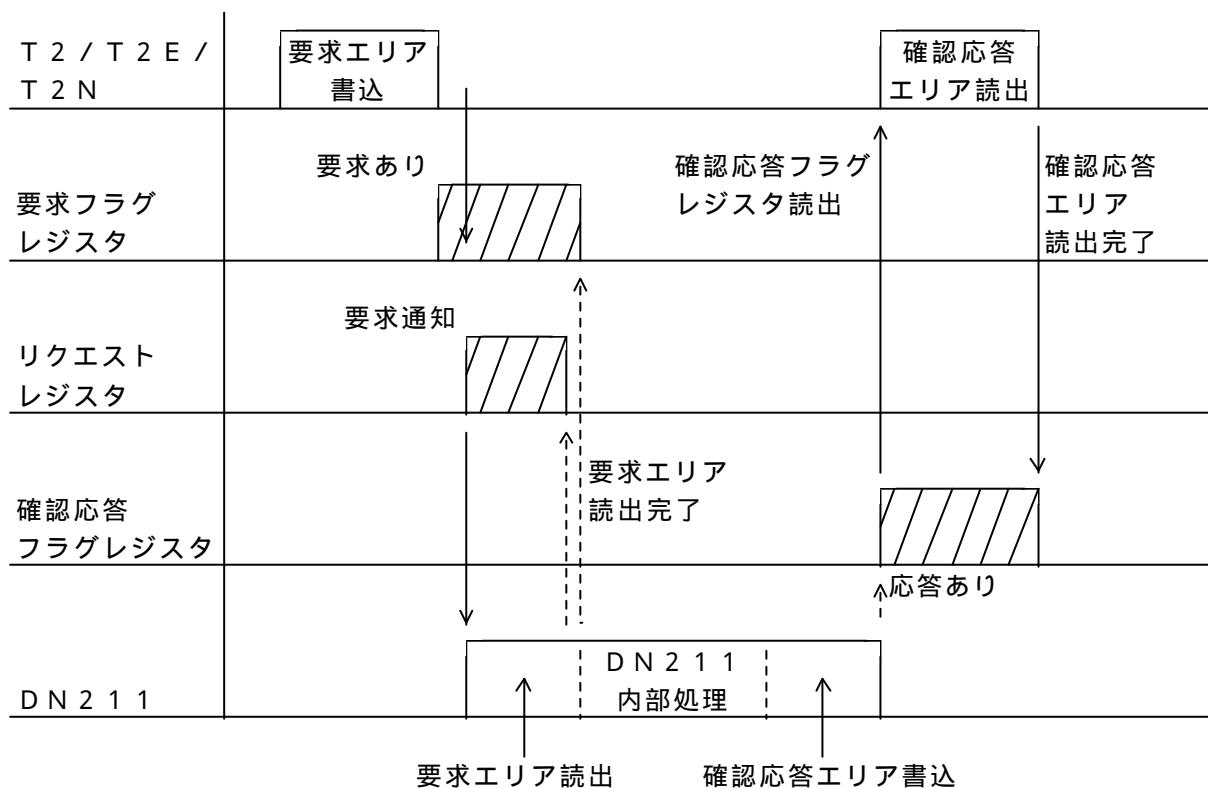

図 4. 10 各種要求時のセマフォ使用方法
入力 / 出力データエリアへの、スレーブデバイスの受信 / 送信データの割付は、ノードアドレスの小さい順に割り付けられます。例えば表 4 . 11 スレーブデバイス構成の場合、入力データエリア / 出力データエリアの割付は図 4 . 8 のように、先頭から詰めて割り付けられます。
2. スレーブデバイスを追加する場合、現在スレーブデバイスに付いているノードアドレスより大きい値を付けて下さい。図 4 . 8 の場合、新しいスレーブデバイスのノードアドレスは「 4 1 」以上にして下さい。
1) ~ 5) で説明した各種エリア / レジスタの使用方法を図 4. 10 に示します。図注の斜線部は、各フラグレジスタが「1」、リクエストレジスタが「256」の状態を示します。